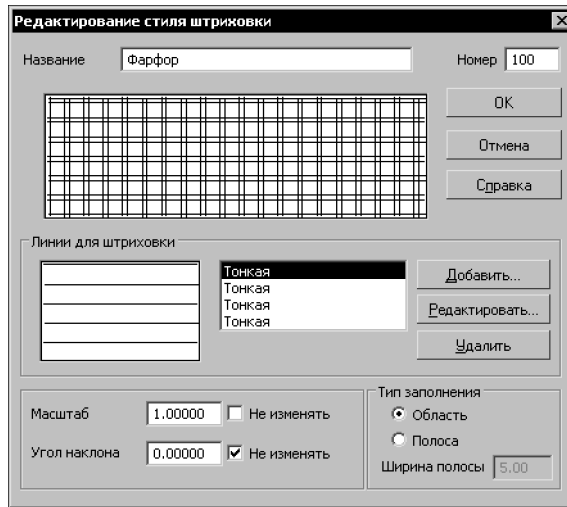

Рис. 131.6. Создание стиля штриховки Фарфор
8. Аналогичным образом добавьте в штриховку третью и четвертую группы линий. Настройка стиля штриховки *Фарфор* завершена (рис. 131.6).